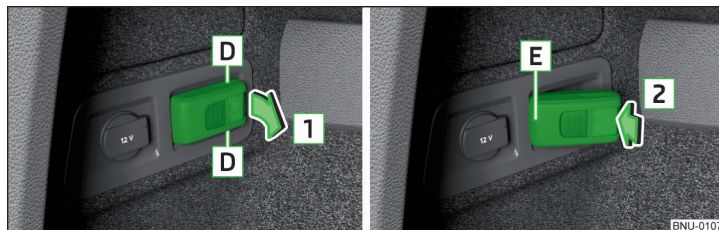

Fig. 145 Demontarea lămpii / montarea lămpii
- Pentru **scoatere**, apucați lampa în zona **D** și scoateți-o în sensul săgeții **1** » fig. 145.
- Pentru **introducere**, introduceți lampa întâi cu partea din spate **E** în suport » fig. 145 și apoi apăsați-o în sensul săgeții **2**, până se fixează cu zgomot.